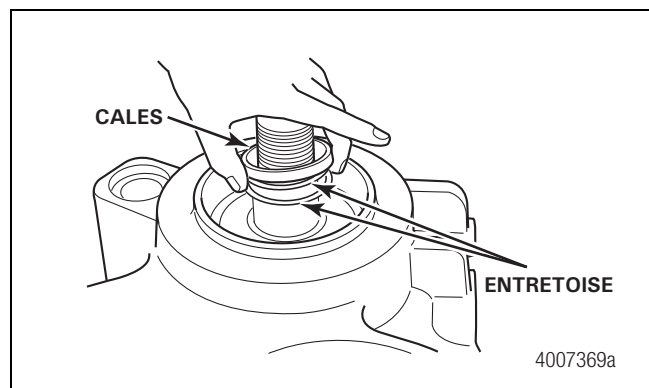

Figure 6.18
- Poser les cales et l'entretoise sur l'arbre. Si les roulements sont remplacés, utiliser une épaisseur de jeu de cales initiale de 0,036 po (0,91 mm), ou sinon utiliser l'épaisseur des cales d'origine. Figure 6.18.